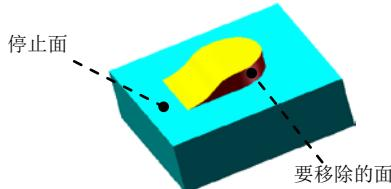

图 4.9 成形工具 1
Step6. 创建图 4.9 所示的零件特征——成形工具 1。
(1) 选择命令。选择下拉菜单 **插入(I)** \rightarrow **钣金(O)** \rightarrow **成形工具** 命令。
(2) 定义成形工具属性。
① 定义停止面。激活“成形工具”对话框 **停止面** 区域，选取图 4.9 所示的模型表面为成形工具的停止面。
② 定义移除面。激活“成形工具”对话框 **要移除的面** 区域，选取图 4.9 所示的模型表面为成形工具的移除面。
(3) 单击 \checkmark 按钮，完成成形工具 1 的创建。